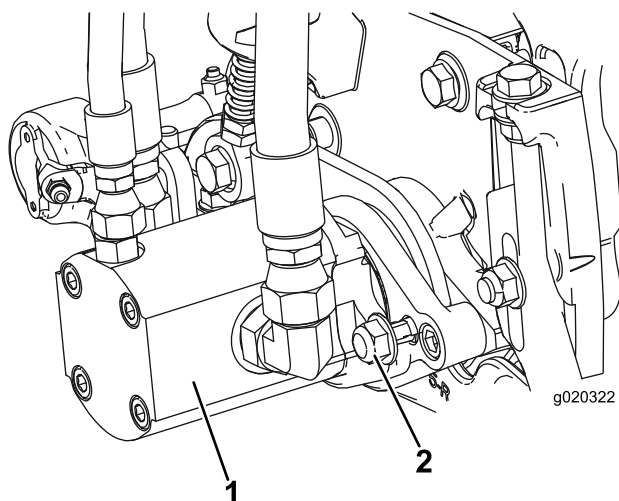

Figure 10
15. Montez le moteur en le tournant dans le sens horaire jusqu'à ce que les brides passent les contre-écrous (Figure 10). Tournez le moteur dans le sens antihoraire jusqu'à ce que les brides encerclent les écrous, puis serrez les écrous.